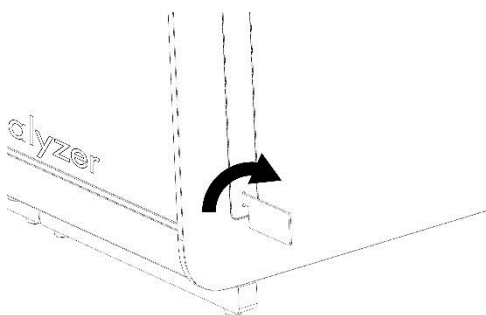

图 12 拆卸防护罩。
3. 使用 QIAstat-Dx Analyzer 1.0 随附的防护罩拆卸工具拆卸分析模块侧面的防护罩（图 12）。